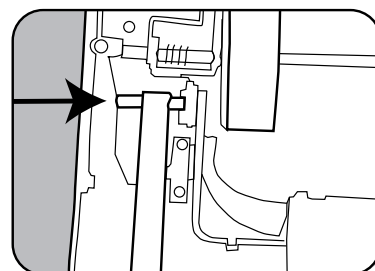

Fig. 6
- Bouclez une nouvelle courroie sur la poulie du moteur (Fig. 6) et sur la fin de l'agitateur.